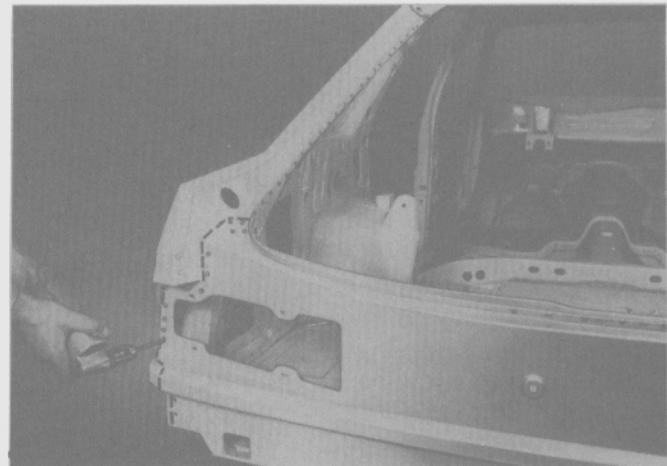

Fig. 202
- Perforar los puntos de soldadura del guardabarro en su unión con el panel interior del mismo y el panel trasero (Fig. 202).